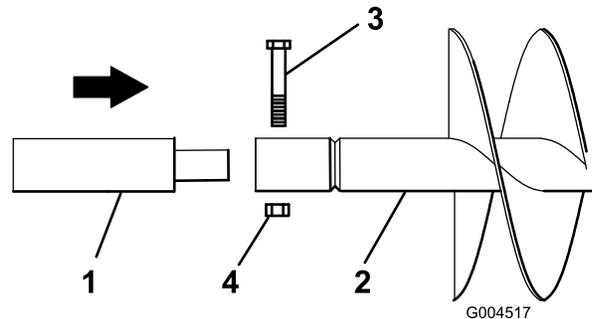

Figura 6
5. Para utilizar un alargador con la barrena, introduzca el extremo del alargador en el extremo de la barrena y sujete la barrena al alargador con un perno (7/8" x 4-1/2") y una tuerca (7/8") (Figura 6).